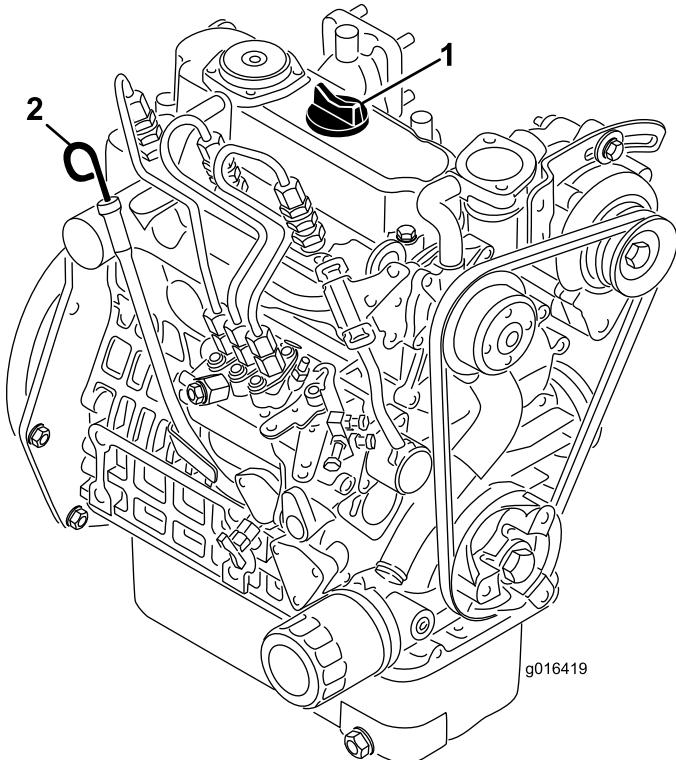

Figura 23
2. Retire la varilla y límpiela con un paño limpio (Figura 23). Introduzca la varilla en el tubo asegurándose de que entre a fondo. Retire la varilla del tubo y verifique el nivel de aceite. Si el nivel de aceite es bajo, retire el tapón de llenado de la cubierta de la válvula y añada **lentamente** suficiente aceite para elevar el nivel a la marca "Full" (lleno) de la varilla. Añada el aceite lentamente y compruebe el nivel a menudo durante este proceso. **No llene demasiado.**